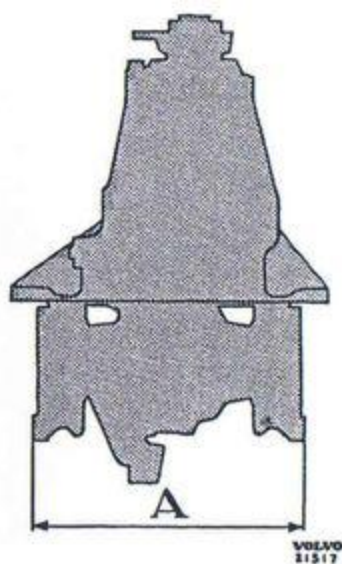

Bild 87. Måttet över styrklackarna
5. Dra alla skruvarna för lagerhylsan och skruvarna för ställmuttrarna. Kontrollera måttet över styrklackarna (bild 87), måttet skall vara 270 ± 0,1 mm. Dra skruvarna för överfallen med 19,5—22 kgm. Lås alla skruvar.